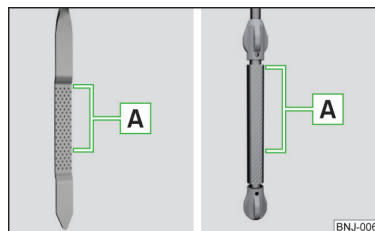

Fig. 249
Nivelul de ulei trebuie să se situeze în zona » fig. 249. Dacă nivelul de ulei este sub zona , completați ulei.
- Nivelul uleiului nu trebuie să fie în niciun caz în afara zonei **A** » **fig. 249** - în caz contrar există pericolul deteriorării motorului, precum și a instalației de evacuare a gazelor arse.